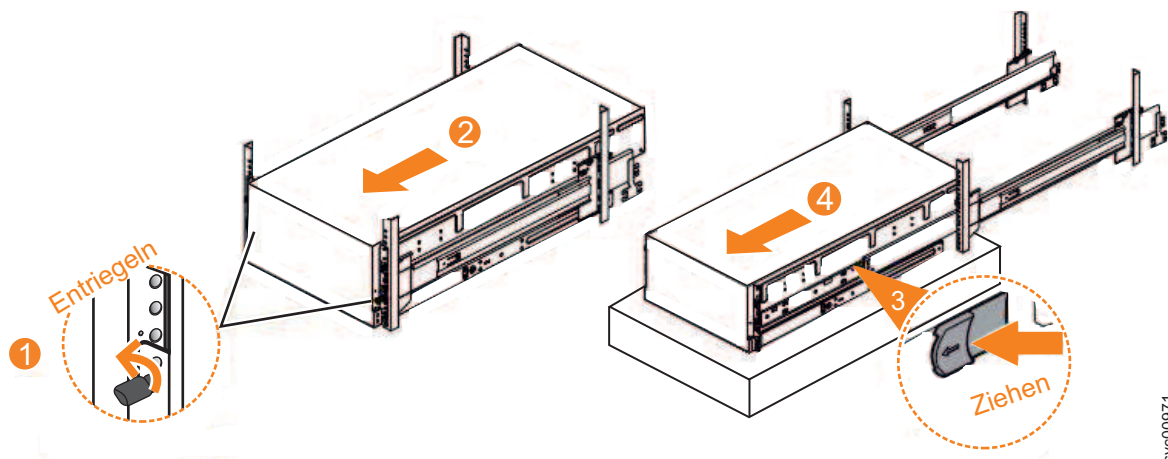

Abbildung 107. 2145-92F-Gehäuse aus Rack entfernen
1. Lösen Sie die Verriegelungsrändelschrauben ( **1** ) an der Vorderseite des Gehäuses (siehe Abb. 107).
2. Ziehen Sie das Gehäuse vorsichtig nach vorne aus dem Rack ( **2** ) (siehe Abb. 107).
3. Suchen Sie den linken und rechten blauen Lösehebel in der Nähe der Vorderseite des Gehäuses. Ziehen Sie beide Lösehebel vorwärts, um den Einschubmechanismus zu entriegeln ( **3** in Abb. 107).
4. Ziehen Sie das Gehäuse und den inneren Schienenteil aus dem Rack ( **4** in Abb. 107).